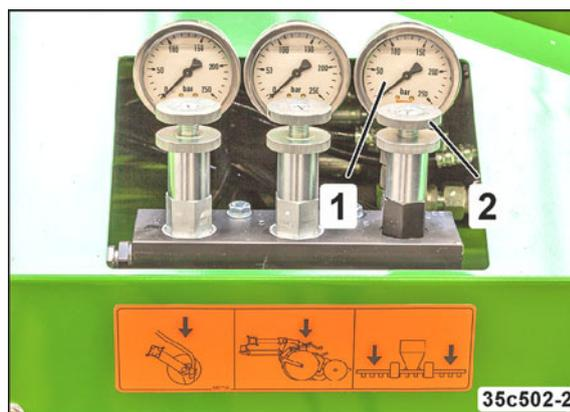

Fig. 85
- des Ventils (Fig. 85/2)
- am Manometer (Fig. 85/1) oder
Der im Manometer (Fig. 85/1) angezeigte Druck ändert sich solange, bis das Gebläse (Vereinzelung) mit konstanter Drehzahl läuft.